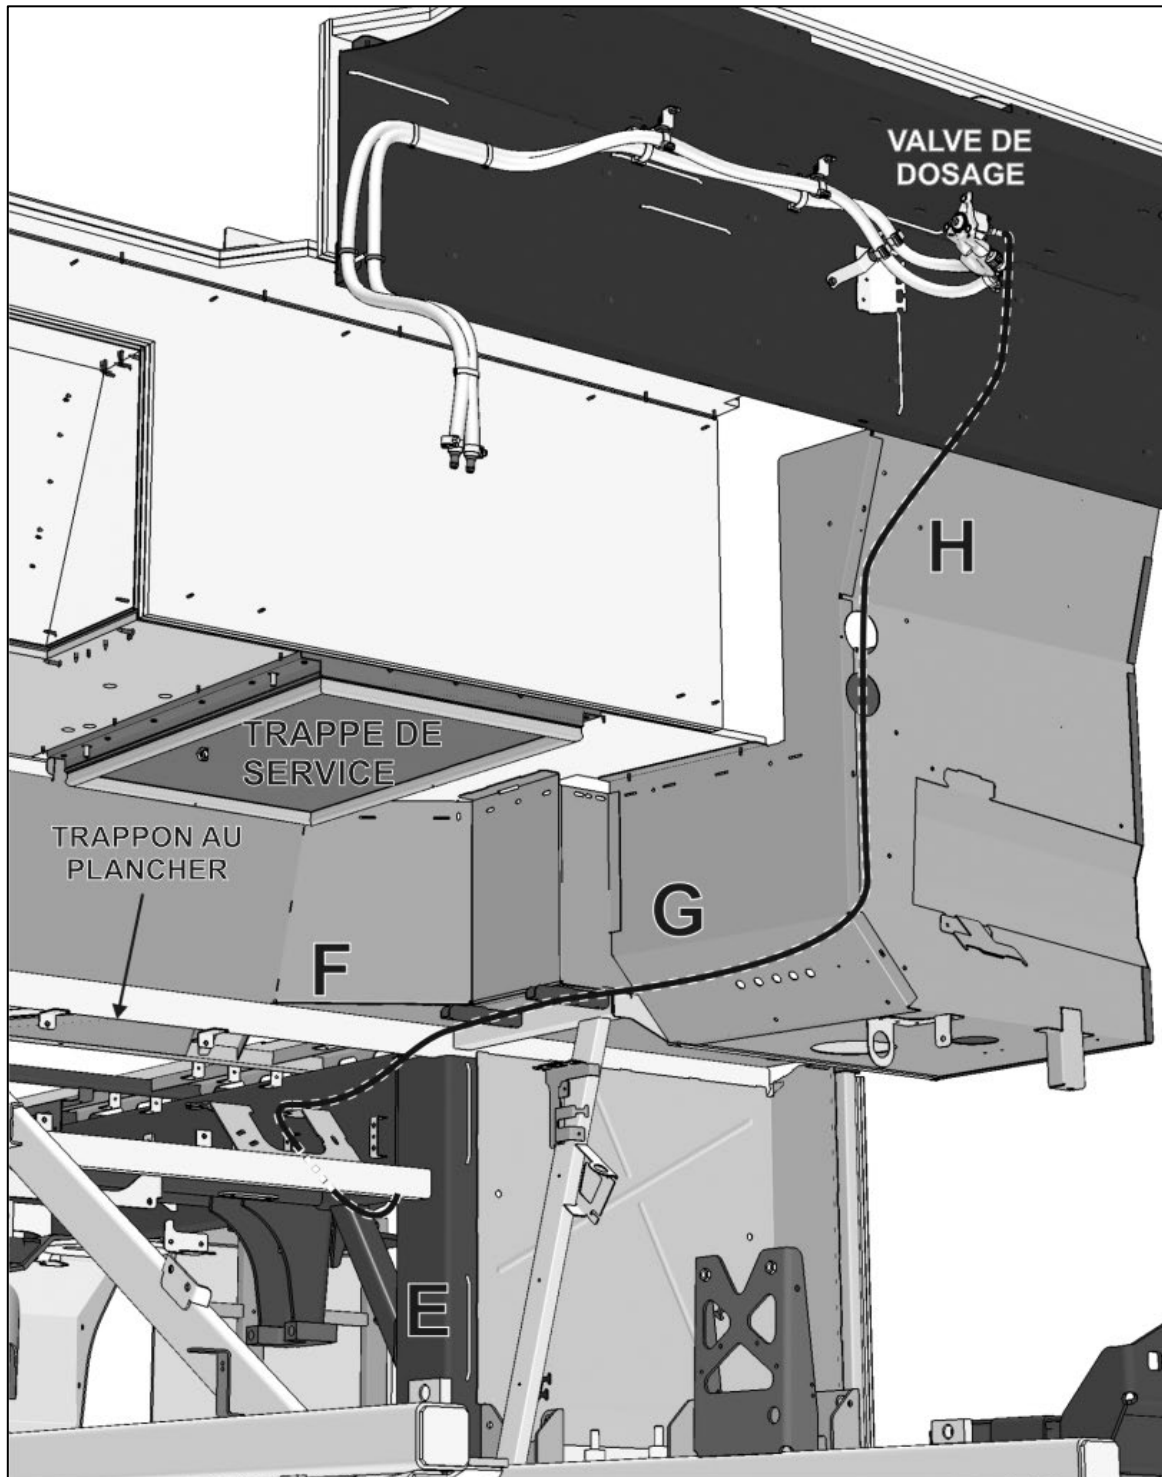

FIGURE 19
- B10.** Acheminer et attacher jusqu'à la valve de dosage et connecter. (Fig.19)